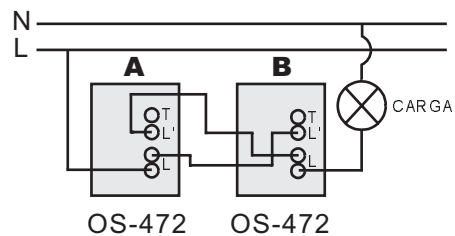

FIG.8
■ Por favor referirse a la FIG.8 para el conexionado y verificar cuidadosamente la misma una vez finalizada.
- Cuando los dos interruptores de un circuito de dos vías son reemplazados por sensores (Ver FIG.8 )las lamparas conectadas a dichos sensores, seguirán las siguientes condiciones:
**Nota:** Esta forma de conexión ( ver FIG.8 y .9 ) no es aplicable para fluorescentes y bajo consumo con balasto convencional.